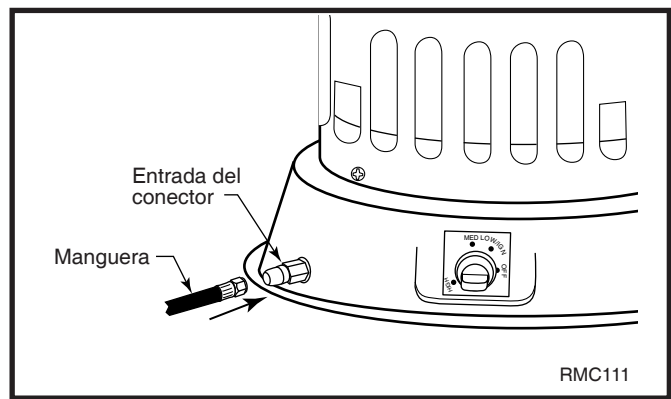

Fig. 6 Manguera y conector de entrada.
10. Conecte la manguera a la entrada del conector. (Fig. 6) Apriete firmemente con una llave para evitar que la entrada del conector del calentador se mueva. Debe usar el regulador incluido con el calentador, aun cuando el tanque de propano tenga uno.